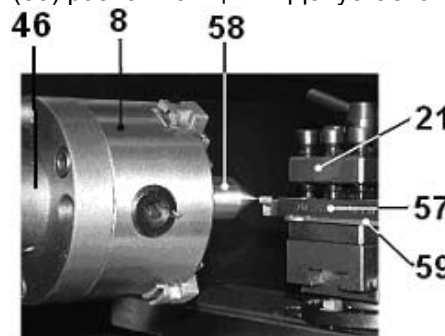

Рис. 12
Вылет головки резца должен быть примерно 10 мм, но не превышать 15 мм (не должен превышать полторы высоты державки резца). По мере необходимости, при установке резца (57) используйте металлические подкладки (59) разной толщины. Допускается использовать только одну подкладку (59), Рис. 12.